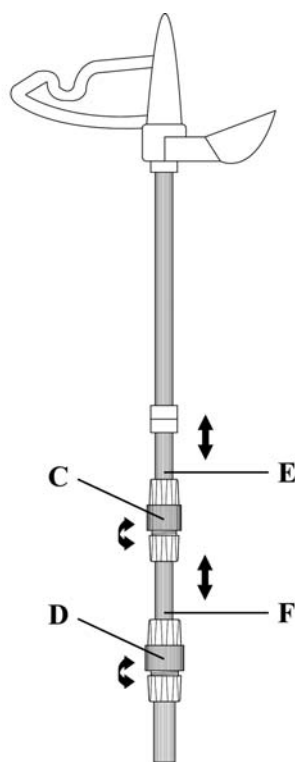

FIGURE 3
3. Dévissez le bouton strié supérieur (FIGURE 3-C) en le tournant dans le sens inverse des aiguilles d'une montre. Tirez la partie supérieure du Manche Télésopique (FIGURE 3-E) vers le haut pour le rallonger à sa hauteur maximum. Revissez le bouton strié supérieur.
4. Dévissez le bouton strié inférieur (FIGURE 3-D) en le tournant dans le sens inverse des aiguilles d'une montre. Tirez la partie intermédiaire du Manche Télésopique (FIGURE 3-F) vers le haut pour le rallonger jusqu'à sa hauteur maximum. Revisser le bouton strié inférieur.